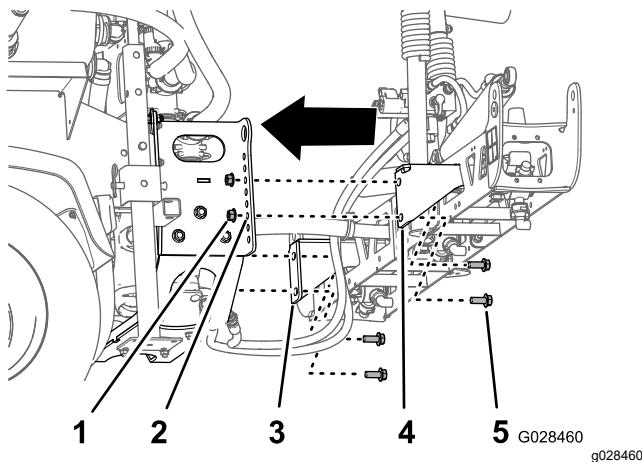

Figure 39
2. Placez le trou inférieur des supports de section de la rampe centrale en face du troisième trou en partant du bas des supports de rampe sur le cadre du patin du pulvériseur, comme montré à la Figure 39.